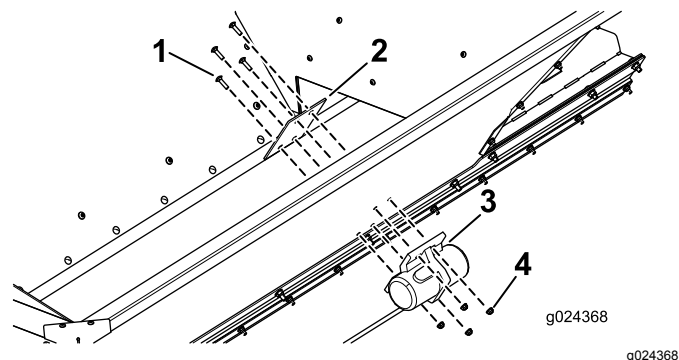

Figure 13
2. Fixez la plaque de montage et le vibreur sur le véhicule au moyen des 4 boulons de carrosserie et des 4 écrous, comme montré à la Figure 13.